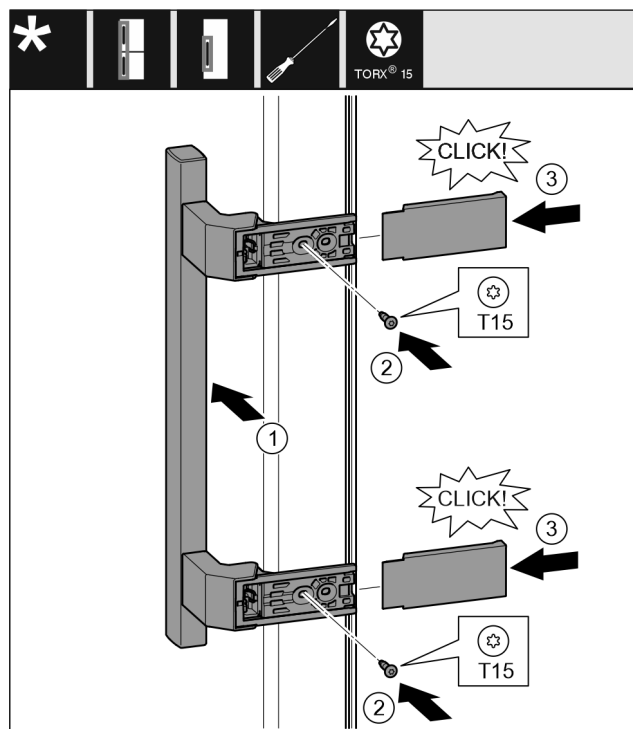

Fig. 18
- Nasadte madlo na protilehlé straně. Fig. 18 (1)
- Šroubovákem T15 pevně utáhněte šrouby. Fig. 18 (2)
- Kryty bočně nasadte a nasuňte. Fig. 18 (3)